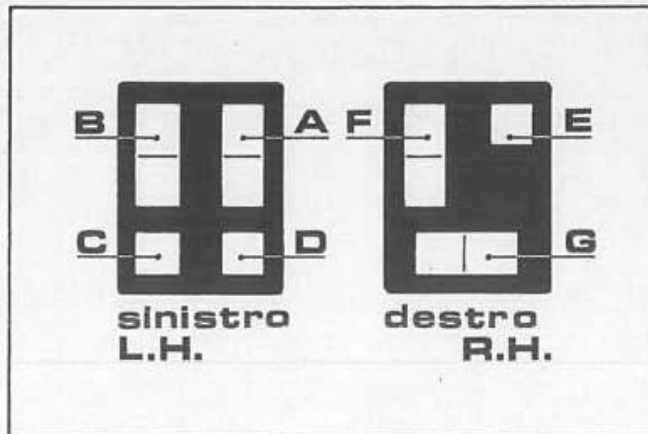

Fig. 138
**11) Comandi sul manubrio (vedi fig. 138).**
**11) Controls on the handlebar (see fig. 138).**